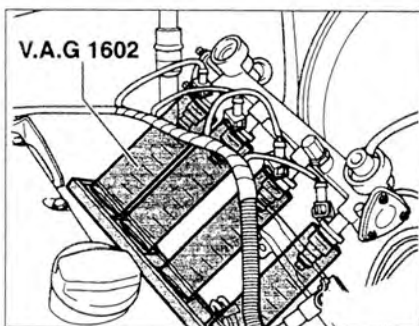

Рис. 2.86. Установите впускной коллектор с форсунками и присоединенными топливопроводами на измерительном стенде V.A.G 1602.
19. Установите впускной коллектор с форсунками и присоединенными топливопроводами на измерительном стенде V.A.G 1602 (рис. 2.86).